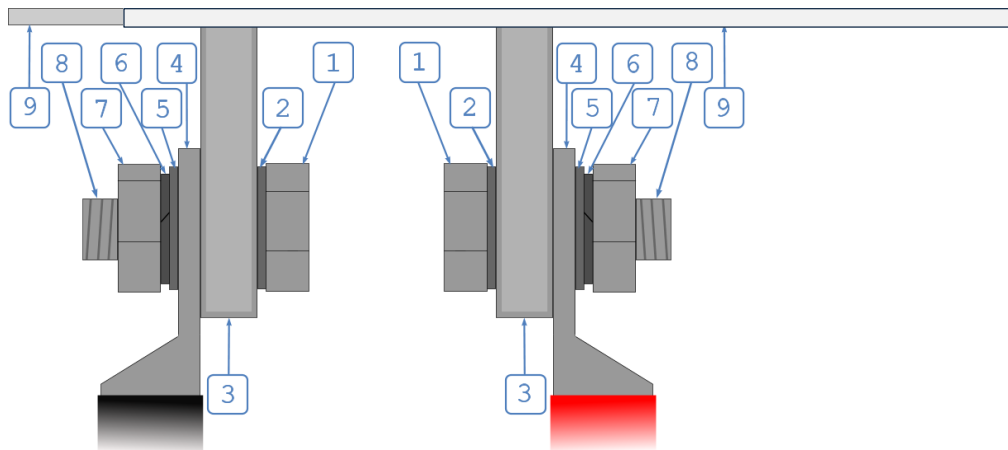

Abbildung 2.22: Schrauben- und Scheibenanordnung an Kupferschienen
2. Um die entsprechenden Sicherheitsabstände zu gewährleisten, Lastkabel entsprechend Abbildung 2.22 mit den mitgelieferten Schrauben und Scheiben an die Stromschienen anschließen, so dass sie geradeaus von den Stromschienen weglaufen.